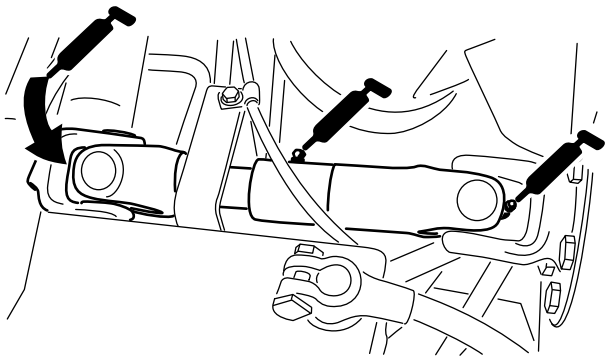

Figure 46
- Joint de cardan d'arbre d'entraînement de pompe (3) (Figure 46)